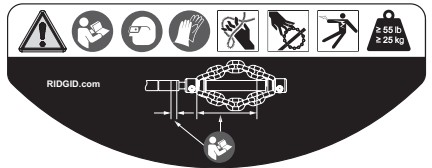

Figura 3 – Etiqueta de advertencia
- La etiqueta de advertencia está presente y se puede leer. *Vea la Figura 3.*